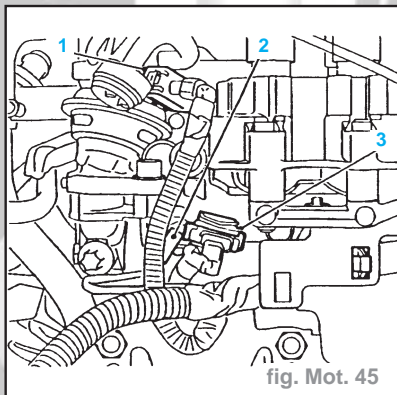

fig. Mot. 45
- Débrancher le connecteur (1) de l'électrovanne de recyclage des gaz d'échappement (fig. Mot. 45).
- Débrancher le connecteur (2) de l'émetteur de température de liquide de refroidissement moteur.
- Débrancher le connecteur (3) du capteur de température de liquide de refroidissement moteur.
- Brancher le connecteur (3) sur le capteur de température de liquide de refroidissement (fig. Mot. 45).
- Brancher le connecteur (2) sur l'émetteur de température de liquide de refroidissement.
- Brancher le connecteur (1) sur l'électrovanne de recyclage de gaz d'échappement.